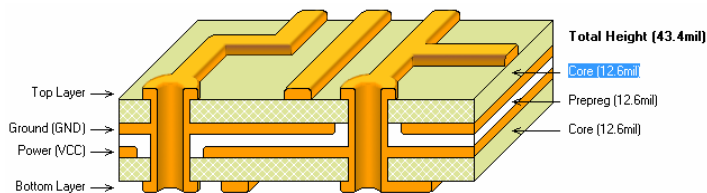

图 11-28 四层板结构
(6) 单击 OK 按钮退出层堆栈管理器, 完成的四层板堆栈结构如图 11-28 所示。